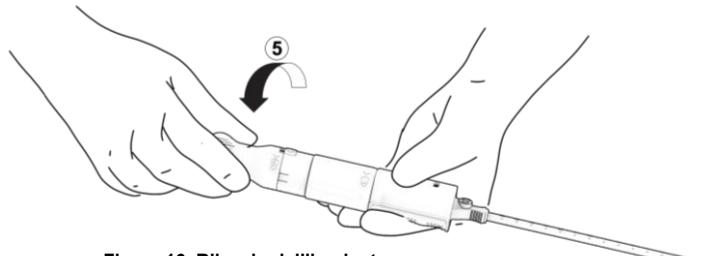

Figura 16. Rilascio dell'impianto.
- a. Afferrare con la mano libera la camma di rilascio, contrassegnata con il numero '5', e ruotare questa parte dell'impugnatura di 90° nella direzione indicata fino alle prime tacche di allineamento. Figura 16. In questo modo l'impianto è completamente posizionato ma ancora attaccato all'impugnatura del dispositivo.